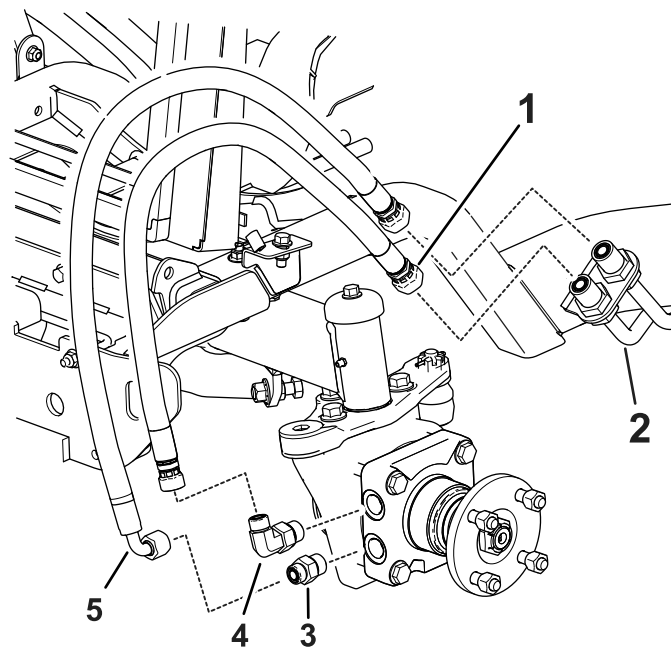

Figur 3
1. Fjern de eksisterende hydraulikkslangene fra hydraulikkørene foran hjulet, og installer umiddelbart hettene på hydraulikkørene (Figur 2 og Figur 3).